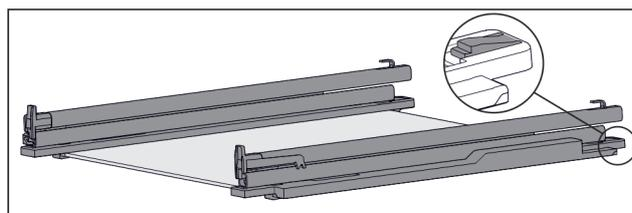

Fig. 77 Tablette en verre avec rails et pièces de retenue
- Pousser l'arrière de la pièce de retenue vers le bas (voir Fig. 77) et pousser dans le même temps le tiroir vers l'arrière.